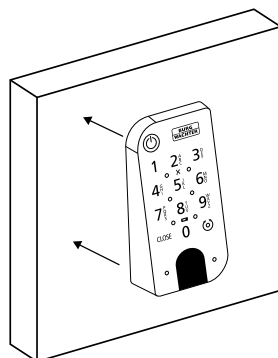

Fig. 8
- 3 Collez le clavier à la position souhaitée sur le mur (Fig. 8).